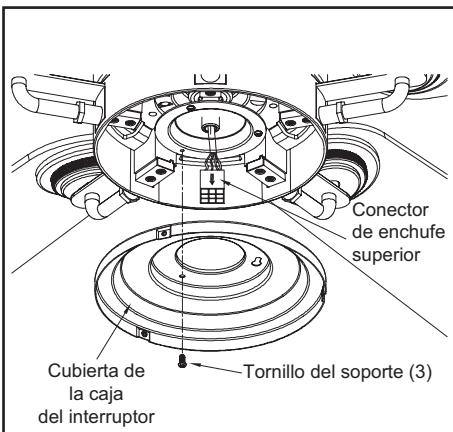

Figura 15
1. Quita un tornillo del soporte negro del conjunto motor-ventilador. Afloja los otros dos tornillos, sin quitarlos. Alinea las ranuras tipo ojo de cerradura en la cubierta de la caja del interruptor con los dos tornillos en el soporte negro. (Figura 15)
Este ventilador se envía desde la fábrica con el interruptor de reversa en posición de hacer circular el aire hacia abajo. Si deseas encauzar el flujo de aire en sentido contrario, apaga el ventilador y espera a que las aspas se detengan; enseguida desliza el interruptor de reversa (ubicado en la caja de interruptores, consulta la Figura 15 de la página 9) hacia la dirección opuesta y a continuación vuelve a encender el ventilador. Las aspas del ventilador girarán en sentido contrario e invertirán la corriente de aire.